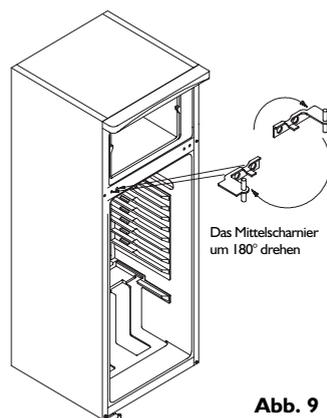

Abb. 9
7. Das Mittelscharnier um 180° drehen. Die Türen des Kühl- und Gefrierraums zusammen mit dem Mittelscharnier montieren (Schritt 2 in umgekehrter Reihenfolge). Das Mittelscharnier in Position bringen und die Schrauben festziehen (Abb. 9).